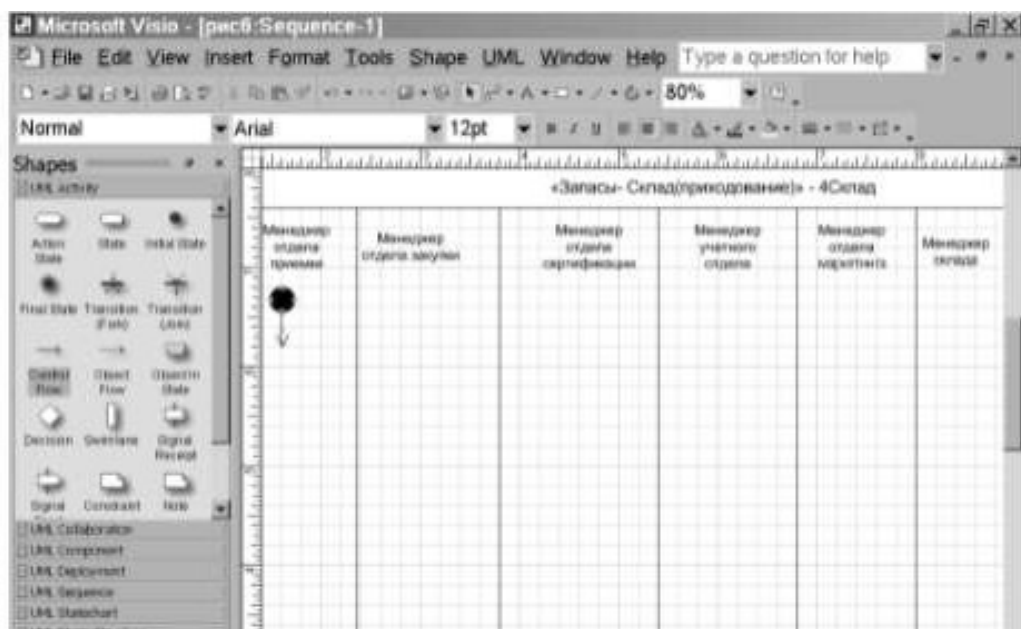

Рис. 9. Подготовительная стадия для изображения диаграммы действий
6. На панели инструментов «Стандартная» зафиксируйте пиктограмму с изображением буквы «А». Внесите в качестве заголовка полное наименование бизнес-процесса «Запасы — склад (оприходование)», сокращенное наименование (4-Склад) и участников бизнес-процесса в соответствии с рис. 9.
9. Направьте стрелку вниз от изображения начала процесса. Для этого перенесите с формы UML Activite изображение стрелки → (Control Flow) (см. рис. 9).